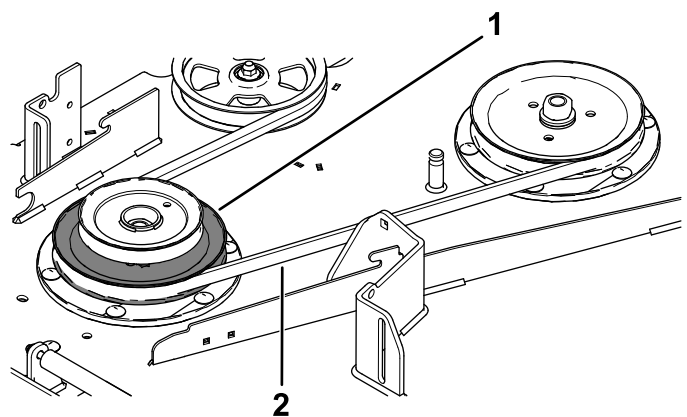

Figura 25
11. Instale la correa del cortacésped alrededor de la polea inferior de la polea doble (Figura 25).